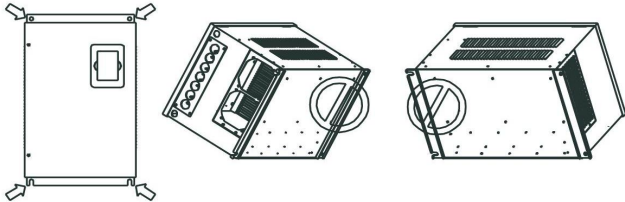
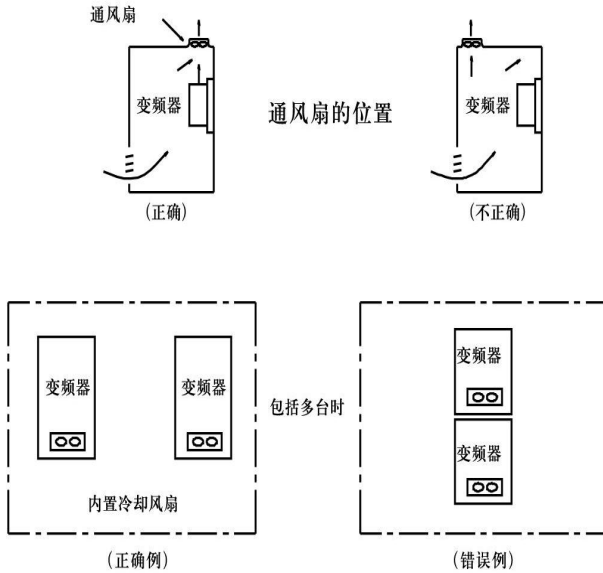

图 1-2 变频器垂直安装示意图
图 1-3 变频器安装在控制柜内示意图 图 1-3 变频器
- ◇变频器装在控制柜内，应保证控制柜与外界通风流畅。请垂直安装变频器，便于热量向上散发，不能倒置（详见图 1-2）；若柜内有较多变频器时，为保证变频器的散热空间最好将变频器并排安装；在需要上下安装时，请安装隔热导流板（详见图 1-3）。